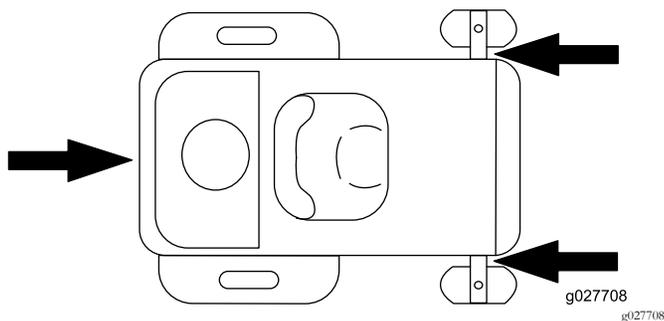

Figure 21
5. Arrimez la machine près des roues pivotantes avant et du pare-chocs arrière (Figure 21).